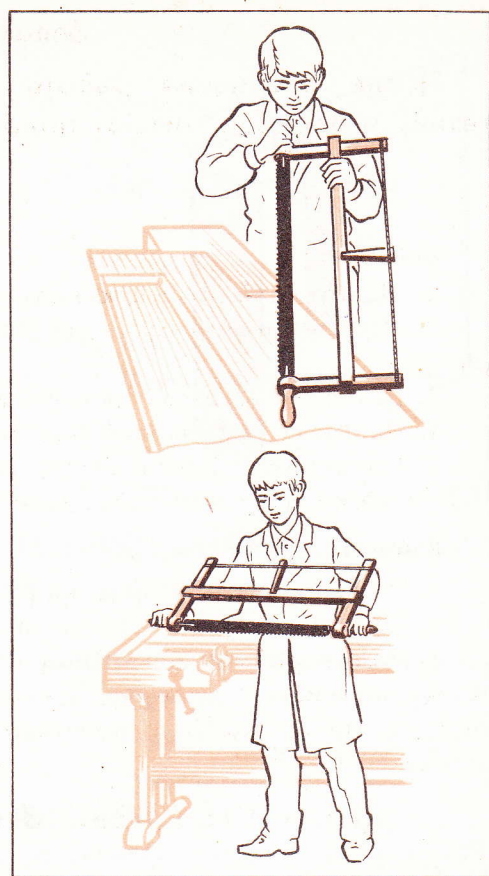

Рис. 146. Подготовка пилы к работе.
1. Проверяют установку полотна пилы и убеждаются, что оно установлено без перекосов (рис. 146). Натягивают тетиву.